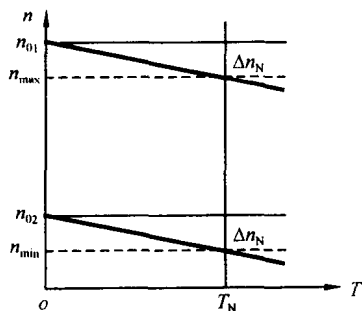

图 14.2.7
③ 如图 14.2.7 所示。
④ 在  $n_{\max}$  与  $S_2$  一定时, 扩大调速范围的方法是减少  $\Delta n_N$